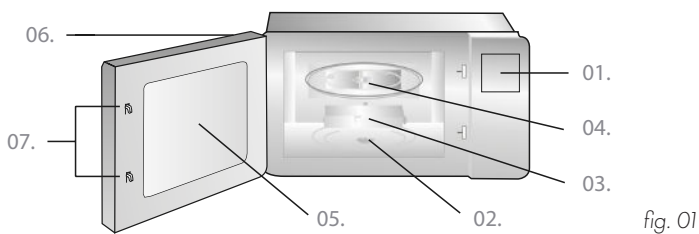

fig. 01
01. Panel de control (fig.01).